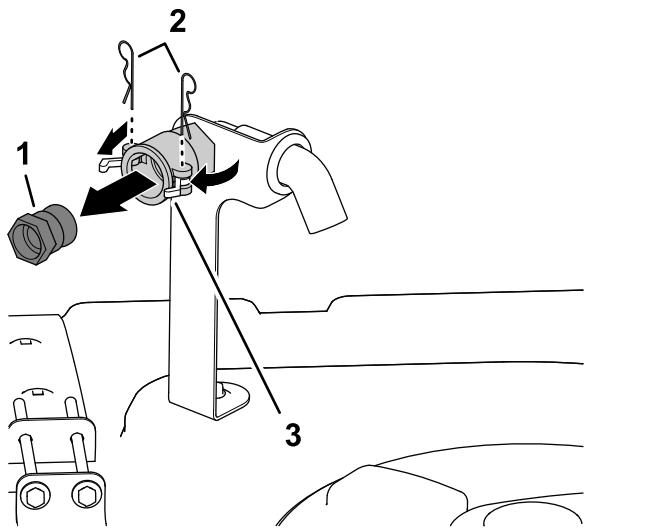

Figure 3
- Sur le côté avant droit du couvercle de la cuve, enlevez les 2 goupilles fendues qui fixent les dispositifs de verrouillage du raccord rapide femelle pour l'embout de remplissage antisiphonnage (Figure 3).
- Ouvrez les dispositifs de verrouillage pour déverrouiller le raccord rapide mâle du raccord rapide femelle (Figure 3).
- Retirez le raccord rapide mâle du raccord rapide femelle (Figure 3).
- Refermez les dispositifs de verrouillage et remettez les goupilles fendues dans les brides du raccord rapide femelle (Figure 3).